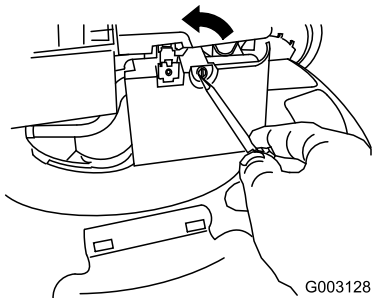

Figura 44
2. Utilice un destornillador para abrir la tapa del filtro de aire (Figura 44).